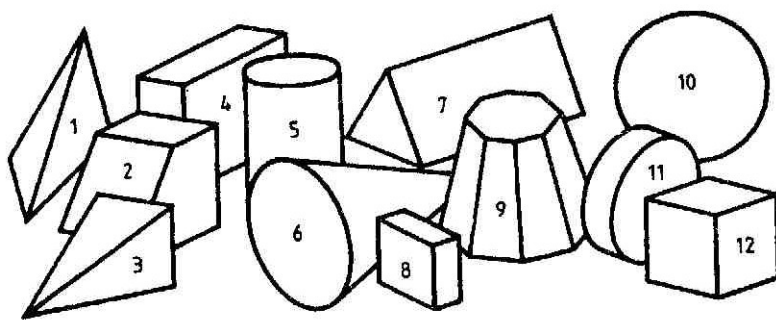

Рисунок 53 – Определить названия геометрических тел
25. Определите название геометрических тел (рисунок 53).